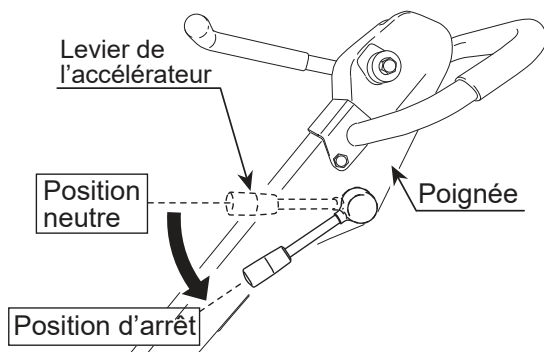

Figure 19. Levier accélérateur (position d'arrêt)
2. Déplacer le levier accélérateur (Figure 19) à la position « Stop » pour arrêter le moteur. Le signal sonore retentit.